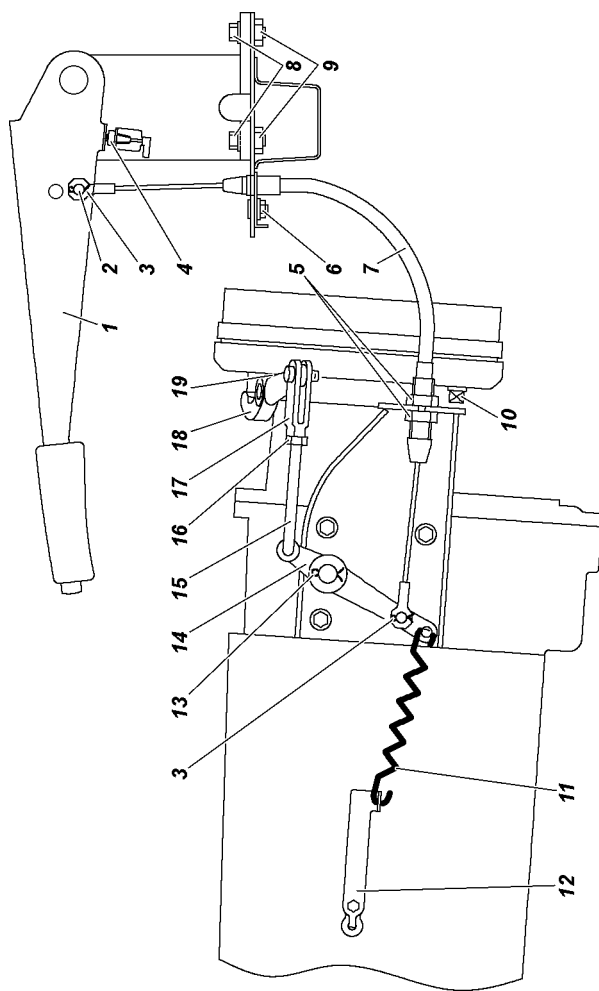

Рис. 9.38. Привод стояночного тормоза трансмиссионный:
Трансмиссионный стояночный тормоз с внутренними колодками, действующий на трансмиссию (рис. 9.38).
2. Переместите рычаг стояночного тормоза 1 (рис. 9.38) в крайнее нижнее положение.